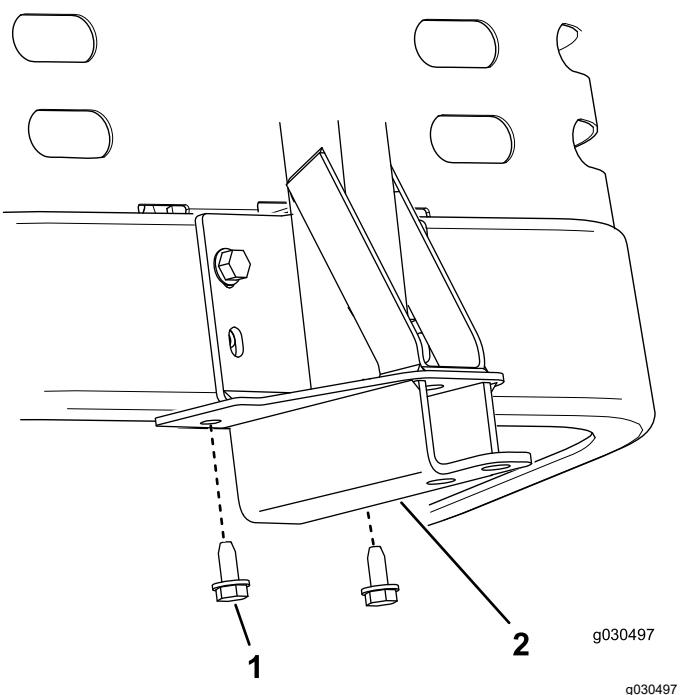

Figura 16
2. Assicurate il telaio del perno alla parte inferiore del telaio della macchina utilizzando 2 viti autofilettanti (5/16" x 3/4"), come illustrato nella Figura 16.